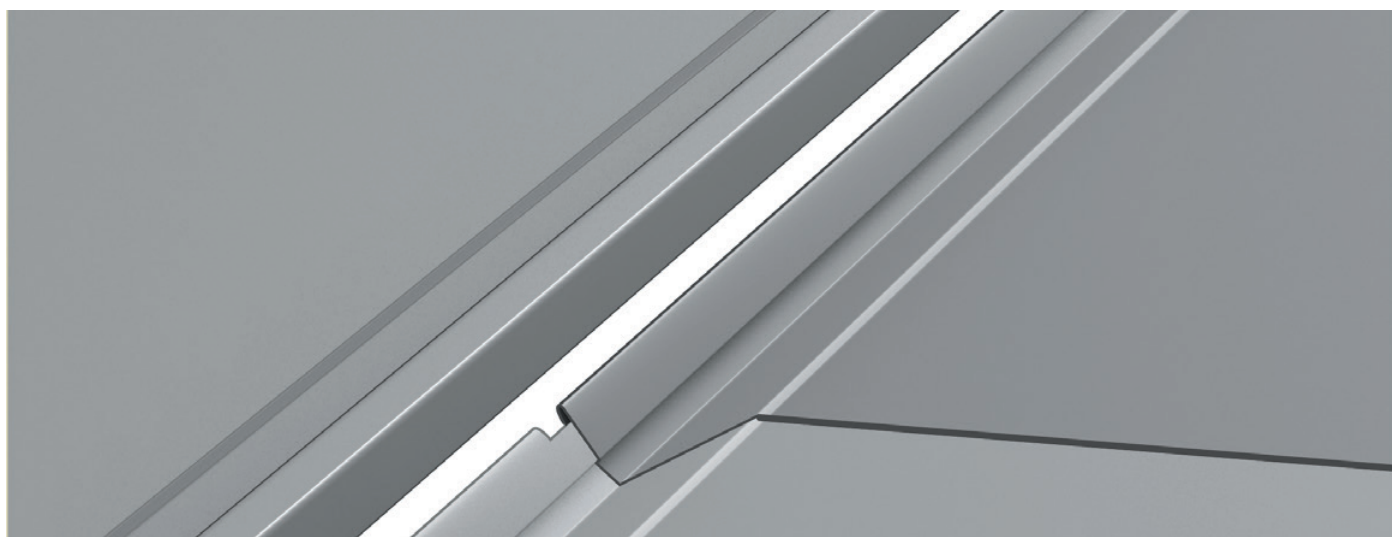

Рисунок 11
4. Установите следующую за описанным наращиванием панель с учетом выбранного смещения стыков (Рис. 11).